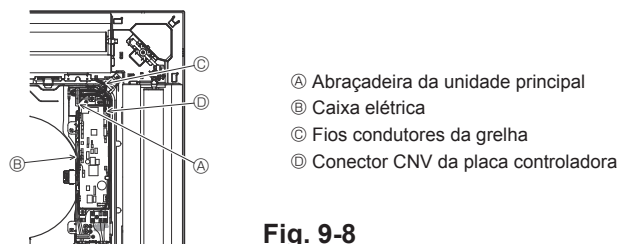

Fig. 9-8
9.4.4. Ligação do fio (Fig. 9-8)